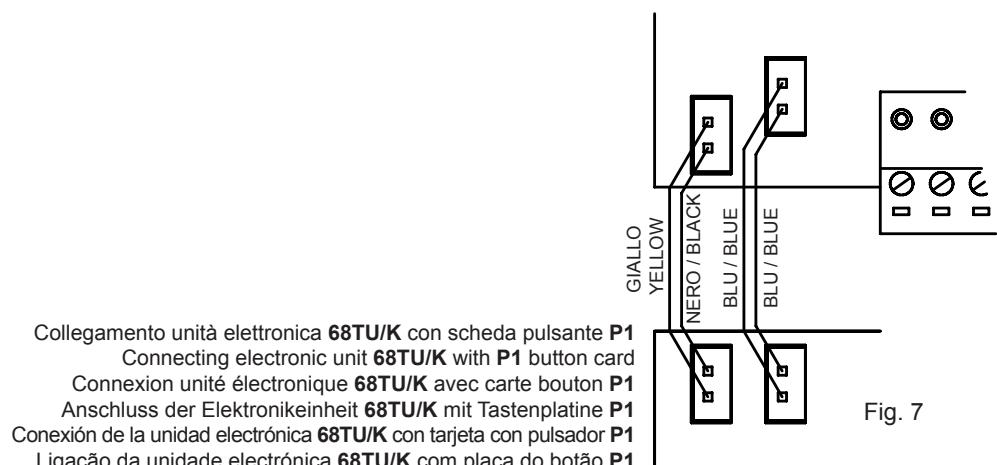

Fig. 7
- Connect the **yellow/black** and **blue/blue** wires (fig. 7) if the electronic unit used is art. 68TU/K.
- Brancher les faisceaux **jaune/noir** et **bleu/bleu** (fig.7) si l'unité électronique utilisée est l'art. 68TU/K.
- Bei Verwendung der Elektronikeinheit Art. 68TU/K die **gelb/schwarzen** und **blau/blau** Verdrahtungen anschließen (Abb. 7).
- Conecte los cables **amarillo/negro** y **azul/azul** (fig. 7) si se utiliza la unidad electrónica Art. 68TU/K.
- Ligue as cablagens **amarelo/preta** e **azul/azul** (fig.7) se a unidade electrónica utilizada for o art. 68TU/K.
- Collegare i cablaggi **giallo/nero** e **blu/blu** (fig.7) se l'unità elettronica impiegata è l'art. 68TU/K.
- Bei Verwendung der Elektronikeinheit Art. 68TU/K die **gelb/schwarzen** und **blau/blauen** Verdrahtungen anschließen (Abb. 7).